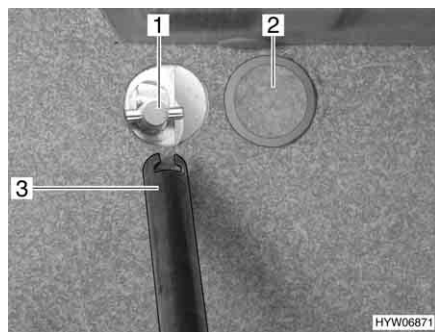

Fig. 250 Apertura del verricello
L'apertura per il pilotaggio del verricello è coperta da un coperchio di plastica (Fig. 250,2).
- Aprire delicatamente il coperchio di plastica (Fig. 250,2) con un attrezzo adatto (p. es. un cacciavite).
- Collocare la chiave (Fig. 250,3) sulla sede (Fig. 250,1) del supporto per la ruota di scorta.